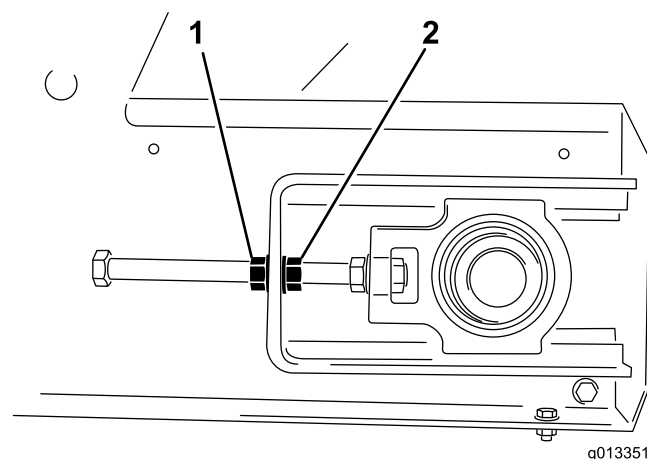

Рисунок 49
4. Удерживая стационарный конец натяжного стержня с помощью двух гаечных ключей, ослабьте контргайку, расположенную ближе к концу стержня (Рисунок 49).
3. Возьмитесь за стационарный конец натяжного стержня со стороны, в которую смещается лента транспортера, затем ослабьте контргайку и затяните регулировочную гайку на два шага (Рисунок 49).